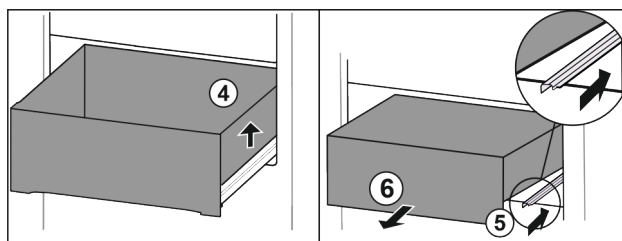

Fig. 93
- ▶ Tõstke sahtel paremalt üles. Fig. 93 (4)
- ▶ Lükake parem siin sisse. Fig. 93 (5)
- ▶ Võtke sahtel ettepoole välja. Fig. 93 (6)